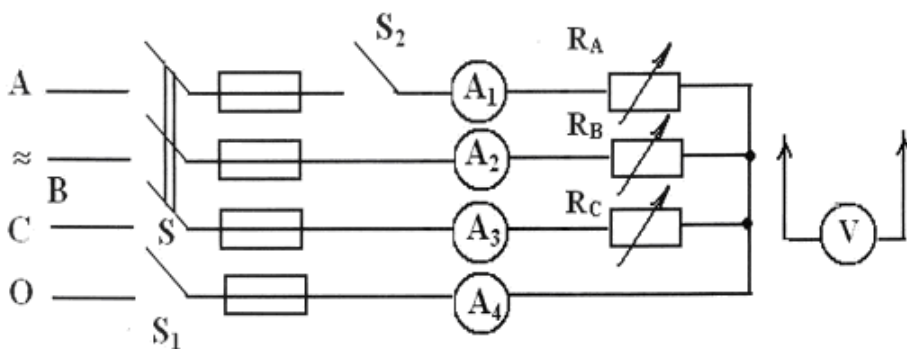

Рис. 7.1
1. Собрать электрическую цепь по схеме рис.7.1.